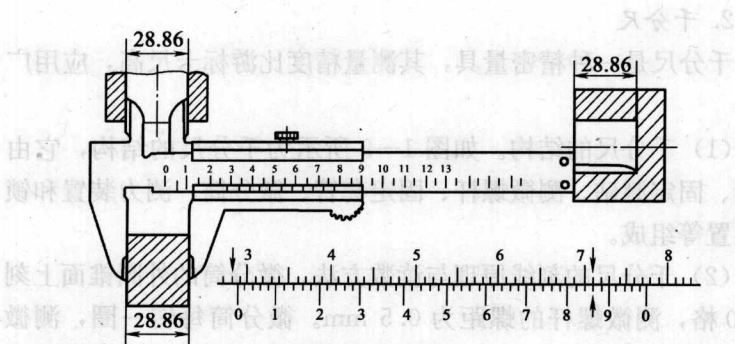

图 1—6 游标卡尺的读数方法
①0.02 mm 游标卡尺的刻线原理。尺身每小格为 1 mm，当两测量爪合并时，游标上的第 50 格刚好与尺身上的 49 mm 对齐。尺身与游标每格之差为： $1 - 49/50 = 0.02$ mm，此差值即为 1/50 mm 游标卡尺的测量精度。
②0.05 mm 游标卡尺的刻线原理。尺身每小格为 1 mm，当两测量爪合并时，游标上的第 20 格刚好与尺身上的 19 mm 对齐。尺身与游标每格之差为： $1 - 19/20 = 0.05$ mm，此差值即为 1/20 mm 游标卡尺的测量精度。
①读整数。在尺身上读出位于游标零线左边最接近的整数值 (mm)。
②读小数。用游标上与尺身刻线对齐的刻线格数乘以游标卡尺的测量精度值，读出小数部分。
③求和。将两项读数值相加，即为被测尺寸。如图 1—6 所示为游标卡尺的读数方法。